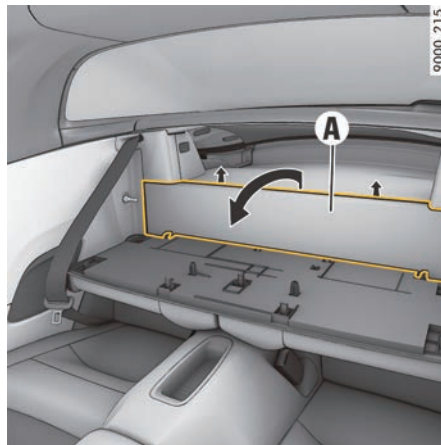

图 187: 拆下后壁衬里
2. 小心地向前拉动后壁衬里 A 使其从锁止点中脱出，然后向前拆下（图 187）。